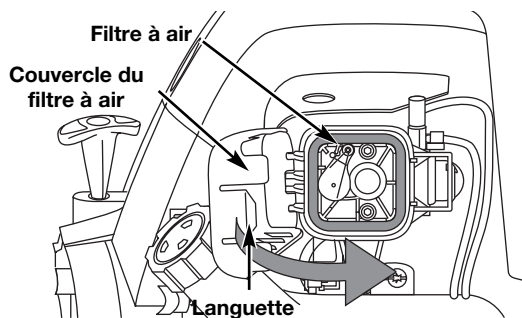

Fig. 28
air Placez les crochets à gauche du filtre à air dans les fentes à gauche de la plaque arrière (Fig. 28).
8. Pivotez le couvercle vers la droite jusqu'à ce que la languette du couvercle du filtre s'enfonce d'un déclic dans la plaque arrière (Fig. 28).